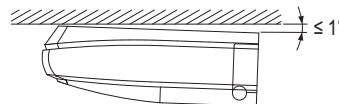

Fig. 12
(5) Sørg for, at indendørsenheden er i vater og at den monteres vandret for at sikre korrekt dræn. Hvis det er muligt på installationsstedet, skal man montere enheden, så siden med drænrøret er en anelse lavere. (Se fig. 12)